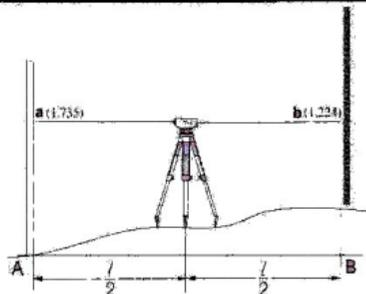

Fig.5
4. Diferenta de inaltime intre punctele A si B, este a-b ( Fig.5)